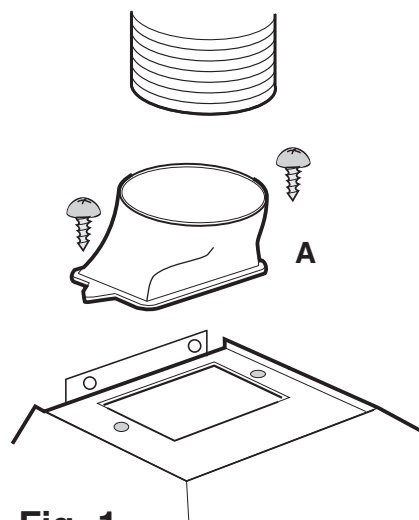

Fig. 1
- O ar é evacuado para o exterior através de uma conduta ligada ao tubo de aspiração **A**, **Fig. 1**.